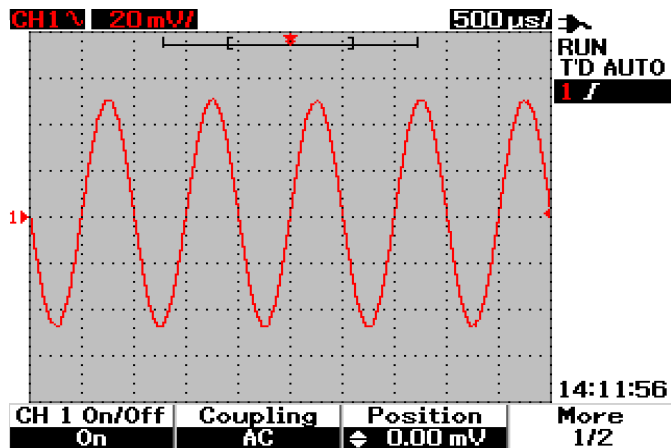

图 3-3 调整显示的波形的垂直位置。
可通过按 F3 软键来垂直调整波形。下面的图 3-3 显示垂直位置调整设置。
- 2 在您转动旋钮  时，将在 Position 标题下显示相应的电压值，如图 3-3 所示。此电压值说明接地参考点与屏幕中心的距离。